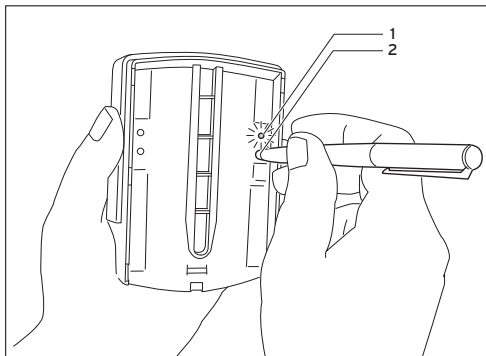

Fig. 3.6 Mise en service de la sonde radio extérieure
- ⇒ Activez la sonde radio extérieure en activant la touche située à droite à l'arrière (**2**, fig. 3.6) p. ex. à l'aide d'une pointe. La LED verte (**1**, fig. 3.6) s'allume brièvement pendant 2 à 30 secondes.
- ⇒ Retirez le régulateur radio du socle mural. Pour ce faire, introduisez un tournevis dans les deux languettes (voir flèches fig. 3.6).